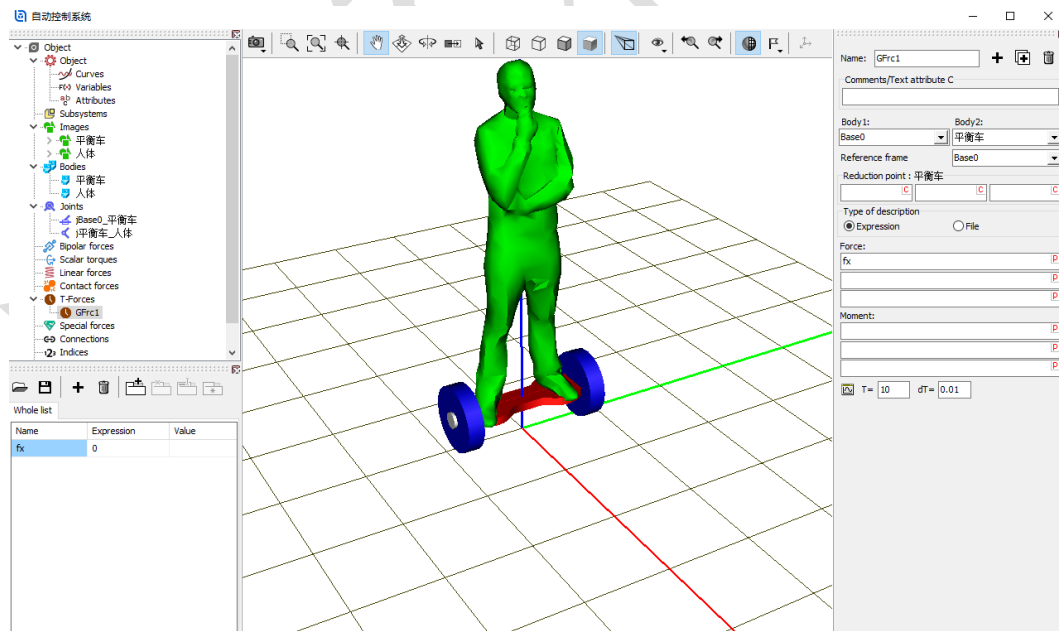

图 2-136
- 7) 先选中左侧模型树 **T-forces**，然后点击右侧按钮 **+**，添加一个时变力元，**Body1** 选择 **Base0**，**Body2** 选择平衡车，在 **Force** 第一栏定义一个符号 **fx**，初始值为 **0**，如图 2-136。